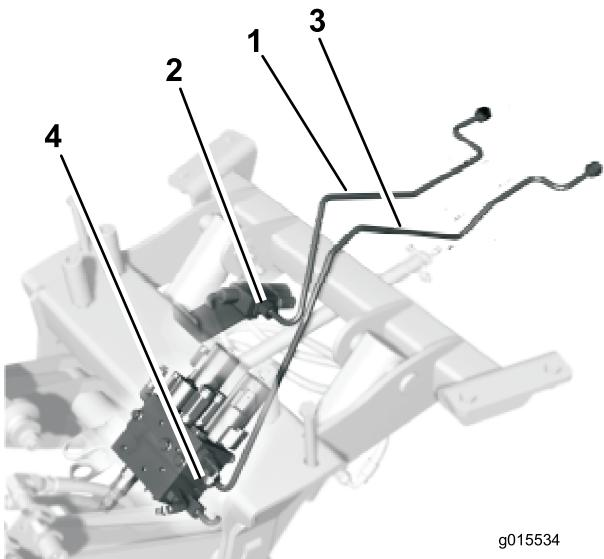

Figura 4
1. Conecte provisionalmente el tubo hidráulico más corto al acoplamiento recto de la válvula (Figura 4).
2. Conecte provisionalmente el tubo hidráulico más largo al acoplamiento recto del colector (Figura 4).